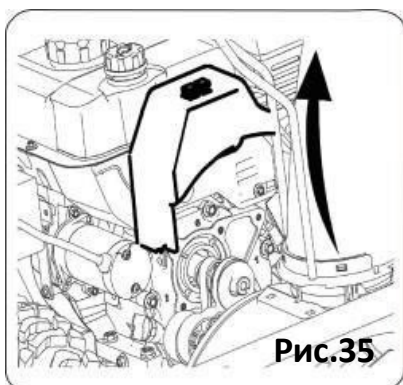

Рис.35
- Снимите крышку в передней части двигателя, сняв два винта см.рис.35.